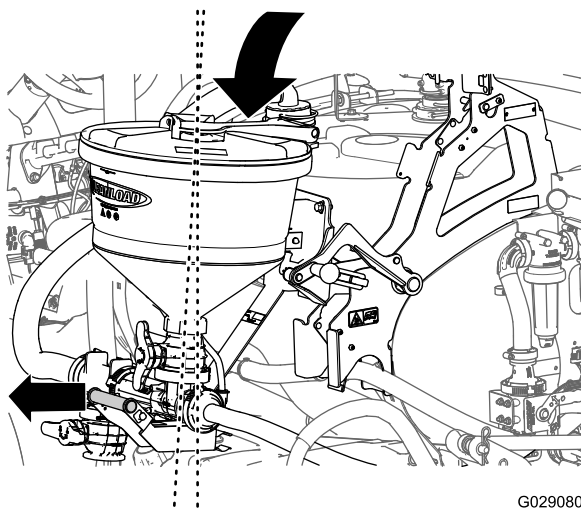

図 35
4. エダクタのハンドルを少しずつ外側へ引きながらエダクタを完全に降ろす 図 35。
2. エダクタのハンドルを少しずつ外側へ引きながらエダクタを持ち上げる 図 35。